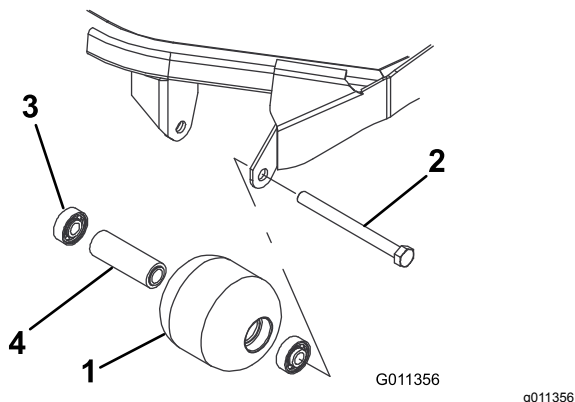

Figure 62
- Retirez le boulon de fixation du galet (Figure 62).
4. Vérifiez l'état du logement de roulements, des roulements et de la douille d'écartement (Figure 62) Remplacez les composants endommagés et procédez au remontage.
1. Enfoncez le premier roulement dans le logement à la presse (Figure 62). Exercez la pression uniquement sur la bague extérieure ou uniformément sur les bagues intérieure et extérieure.
2. Insérez l'entretoise (Figure 62).
3. Enfoncez le second roulement dans le logement (Figure 62) en exerçant une pression uniforme sur les bagues intérieure et extérieure jusqu'à ce que la bague intérieure rencontre l'entretoise.